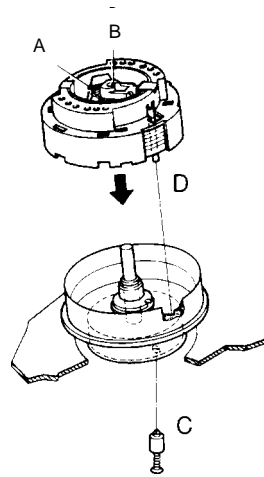

Fig. 7
- Referenzstift "C" (jeder Service-Kopfscheibe beige packt) durch das Loch im Scannermotor einschieben und die Kopfscheibe solange verdrehen, bis dieser im Loch des Rotors einschnappt (Fig. 7).
- Insert the reference pin "C" (delivered with each service headwheel) into the hole of the scanner motor and turn the headwheel until the pin locks into the hole of the rotor (Fig. 7).